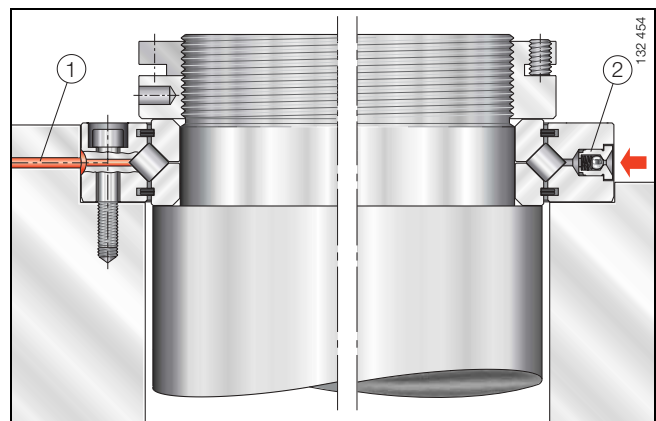

Bild 6 · Radiale und axiale Festlegung der Lagerringe – Schmierkanal in der Anschlusskonstruktion
Kreuzrollenlager XV werden mit dem Außenring direkt an das Gehäuse geschraubt und bei Bedarf zentriert (Bild 6).
Der Innenring wird radial durch eine entsprechende Passung gehalten, axial an einer Wellenschulter abgestützt und mit einer Nutmutter fixiert (Bild 6).
Sollen die Lager durch einen Schmierkanal ① in der Anschlusskonstruktion geschmiert werden (Bild 6), muss dieser bei der Gestaltung des Gehäuses berücksichtigt werden.